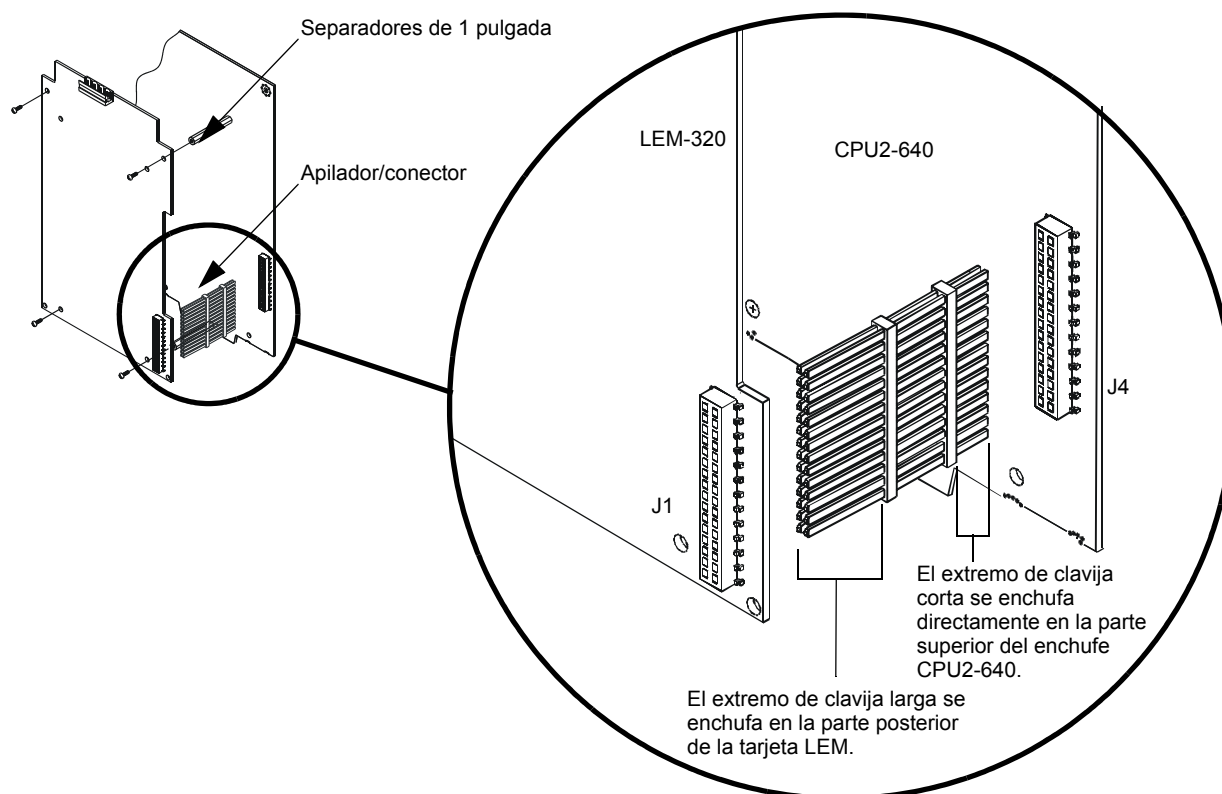

Figura 3.12 Montaje de LEM-320 con el apilador/conector
La instalación de un módulo de expansión de lazo incorpora un segundo lazo de SLC al panel de control. Consulte la Figura 3.12 para obtener ilustraciones del apilador/conector.
2. Alinee el LEM con los cuatro separadores de 1 pulgada y el apilador/conector como se muestra en la Figura 3.12; ajuste bien el apilador/conector.
Para que el SLC funcione correctamente, el apilador-conector se debe instalar como se muestra en la Figura 3.12. **No instale otros módulos opcionales arriba del LEM-320.**